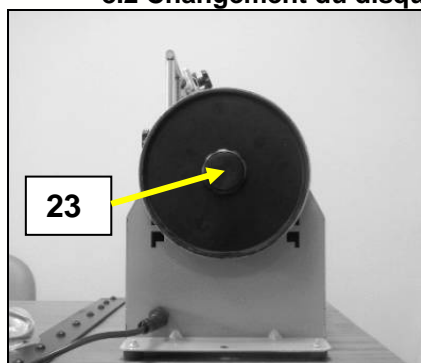

Fig 29
- Dévissez la molette taraudée (23) (Fig 29).